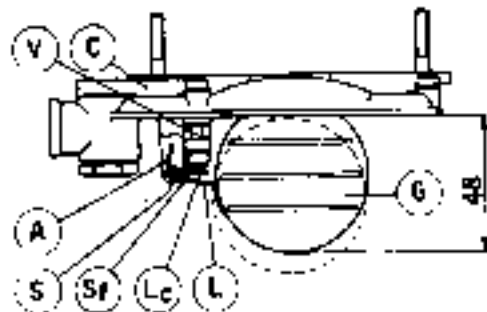

Fig. 26
RULES FOR THE LEVELLING OF THE FLOAT FOR WEBER CARBURETORS 42 DCNF (fig. 26)
Con il motore in moto al minimo e alla temperatura normale di funzionamento e con le parti meccaniche ed elettriche di I-conti, staccare il collegamento tra la trafilata azionata dal pedale acceleratore e il sistema di comando che collega i vari carburatori: questo viene fatto per togliere il carico delle molle e aggiungerlo per il ritorno dell'acceleratore (fig. 26 n. 4).
Chiudere tutte le viti di bay pass (fig. 26/5).
- With the engine running at idling speed and at normal running temperature, and with the mechanical and electrical parts working efficiently, unhook the connection between the accelerator pedal and the rod assembly actuated by the accelerator pedal and the control system connecting the various carburetors: this is done to remove the load of the springs added for the return of the accelerator (fig. 26 n. 4).
- Lock all by pass screws (fig. 26/5).